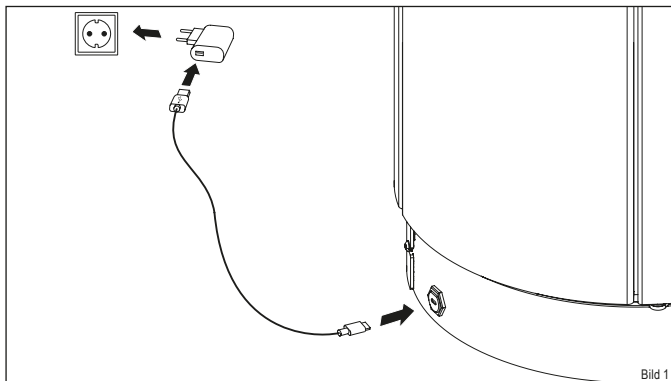

Bild 1
- ▶ Verbinden Sie das USB-C Kabel mit dem Anschluss am Ofen und dem Netzstecker (Bild 1).
- ▶ Verbinden Sie den Netzstecker mit dem Stromnetz (Bild 1).